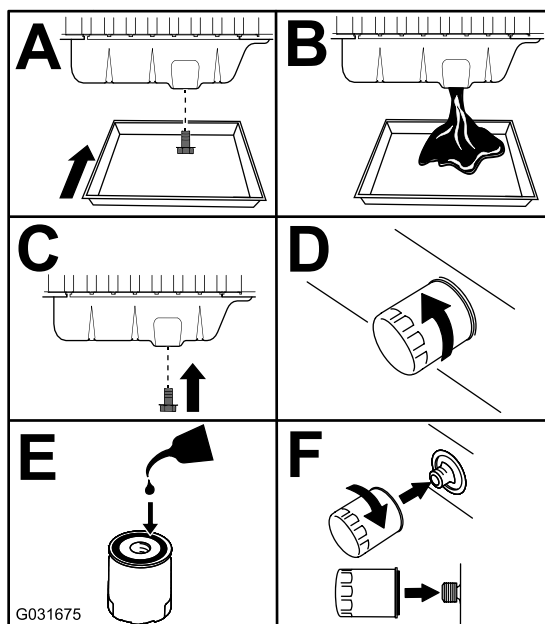

Figure 87
3. Vidangez l'huile moteur et remplacez le filtre à huile (Figure 87).